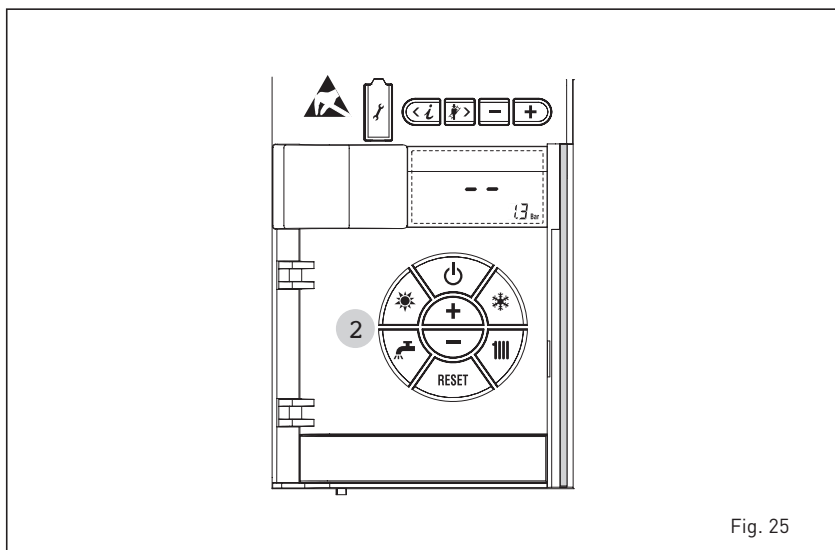

Fig. 25
ACCENSIONE CALDAIA (fig. 25)
SPEGNIMENTO CALDAIA (fig. 25)
In caso di brevi assenze premere il tasto dei comandi (pos. 2). Il display si presenterà come indicato in fig. 25. In questo modo lasciando attive l'alimentazione elettrica e l'alimentazione del combustibile la caldaia è protetta dai sistemi anti-gelo e antibloccaggio pompa.